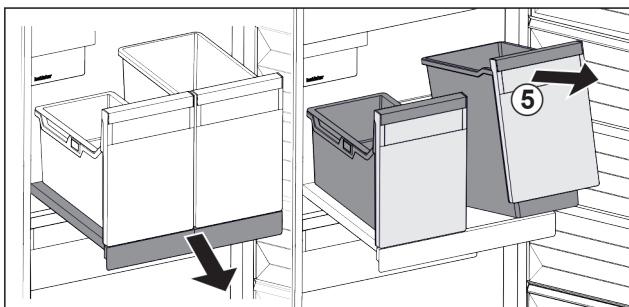

Fig. 28
- ▶ Sollevare il contenitore Fig. 28 (5) dal lato anteriore.